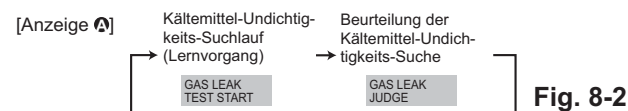

Fig. 8-2
- ② Drücken Sie die **CLOCK** () -Taste und wählen Sie [GAS LEAK TEST START] (START DES GASUNDICHTIGKEITS-TESTS) (Fig. 8-2)